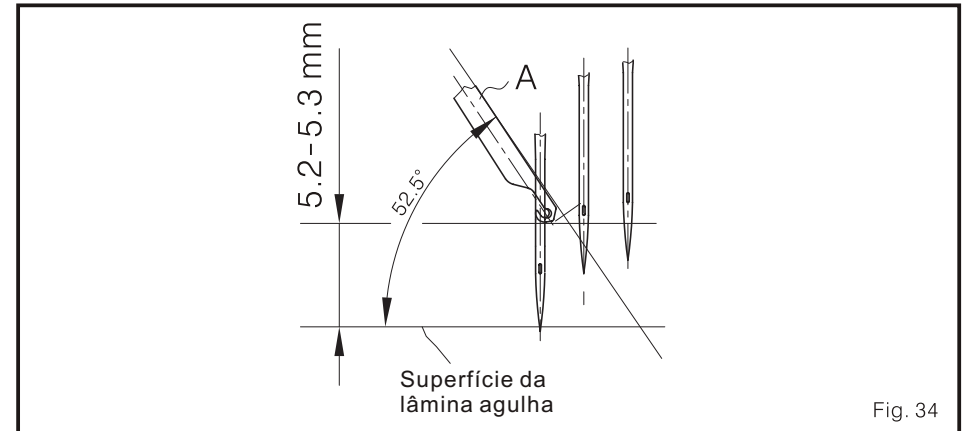

Fig. 34
1. Quando a cobertura do coberto da faca móvel de fios A isto no ponto mais abaixo, isto deve ser a 5,2 mm - 5.3 mm da superfície da lâmina agulha. (Fig. 34)